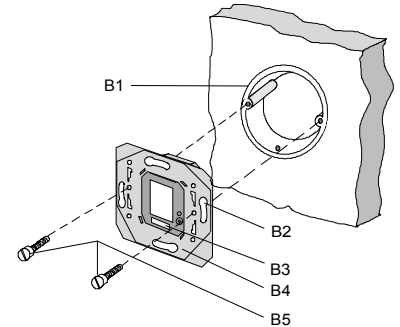

Bild 2: Montage des Binärausgang UP 562/01
**Hinweis:** Der Binärausgang UP 562/01 ist so zu montieren, daß sich die Anwenderschnittstelle (AST) unten befindet (Bild 2). Dadurch ist sichergestellt, daß die auf die AST aufzusteckenden Busendgeräte, in der für die Bedienung richtigen Lage montiert werden. Für eine dauerhaft sichere Kontaktgabe an der AST wird dringend empfohlen, nur Busendgeräte mit Befestigungsschrauben zu verwenden.